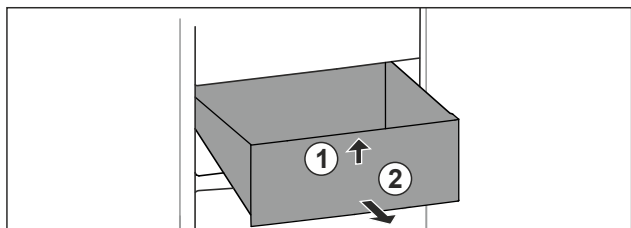

Fig. 96
- Løft skuffen fremefter. Fig. 96 (1)
- Tag skuffen ud fremefter. Fig. 96 (2)